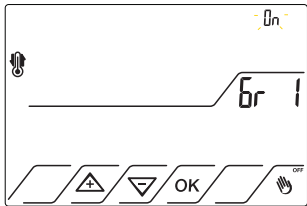

Fig.22
7.5.4 Premere i tasti ▲ o ▼ per attivare la funzione atigrippaggio. Compare la scritta On. Fig.22